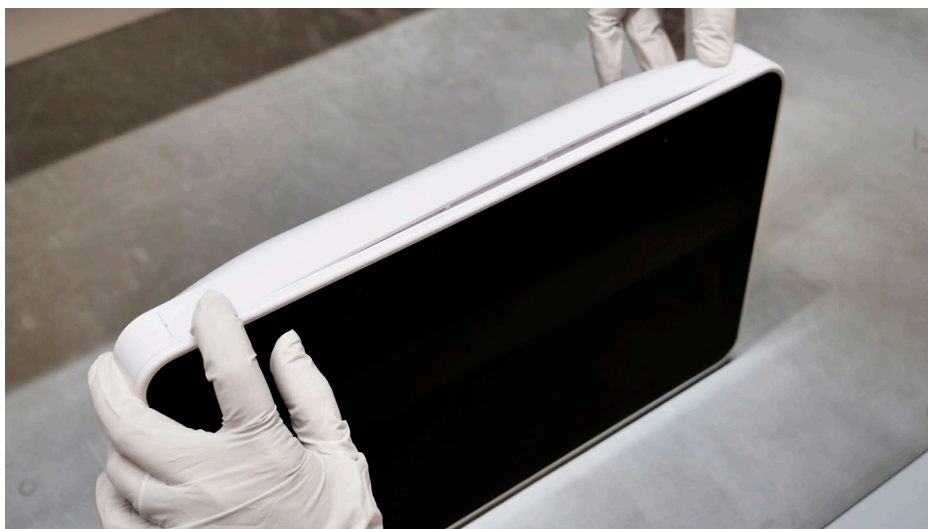

Bild 33 Sätt dit namnplattorna
f) Tryck namnplattorna på plats (se bild 33)
Tryck först de två ändarna på namnplattan på plats (se bild 33). Tryck sedan fast hela plattan, utifrån och in mot mitten. Ambu-logotypen måste vara synlig från skärmenhetens framsida. Om namnplattorna är skadade, använd de nya som medföljer reservdelssatsen.